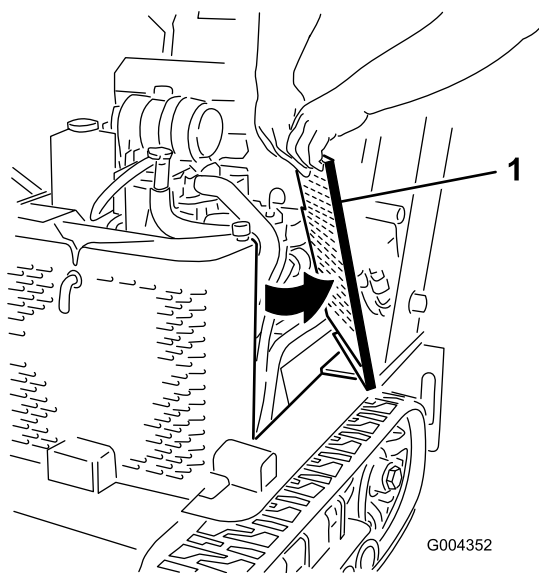

Figura 29
2. Far scorrere le griglie laterali (Figura 29) verso l'alto e al di fuori delle fessure nella griglia e nel telaio anteriori.